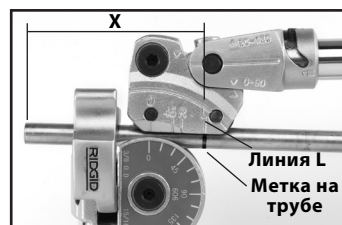

Рис. 6 – До гибки
- Нанесите на трубу метку на требуемом расстоянии (X) от элемента (конец трубы, изгиб и пр.). Центр колена изгиба будет находиться на этом расстоянии от элемента.
- Если элемент находится **СЛЕВА** от метки (см. рис. 6 – До гибки), совместите метку на трубе с линией "L" на каретке.